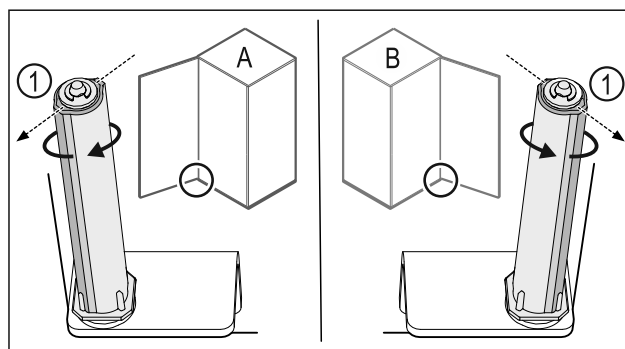

Fig. 47 Linksanschlag (A) / Rechtsanschlag (B)
- Schließsystem gegen den Widerstand drehen, bis der Steg des Schließsystems Fig. 47 (1) nach außen zeigt.